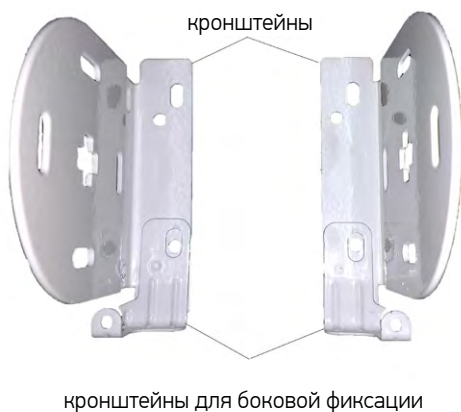

Рис. 3. Установка верхних кронштейнов
3. Просверлить отверстия под кронштейны, при необходимости вставить дюбели*. Если изделие с опцией боковой фиксации (только для моделей Классика LVT и Пружина 32 мм LVT), то наложить кронштейны для боковой фиксации на обычные кронштейны, как показано на рис.3. Прикрутить кронштейны саморезами*.